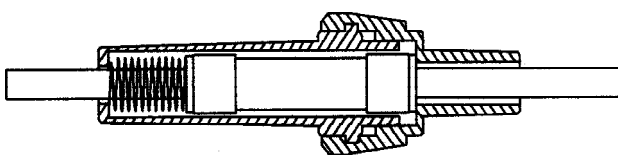

Рис. 13
3. Зачистите концы кабелей, скрутите медные провода и припаяйте к ним электрические контакты (3).
4. Вставьте предохранитель и закрутите обе половинки держателя (рис. 13).